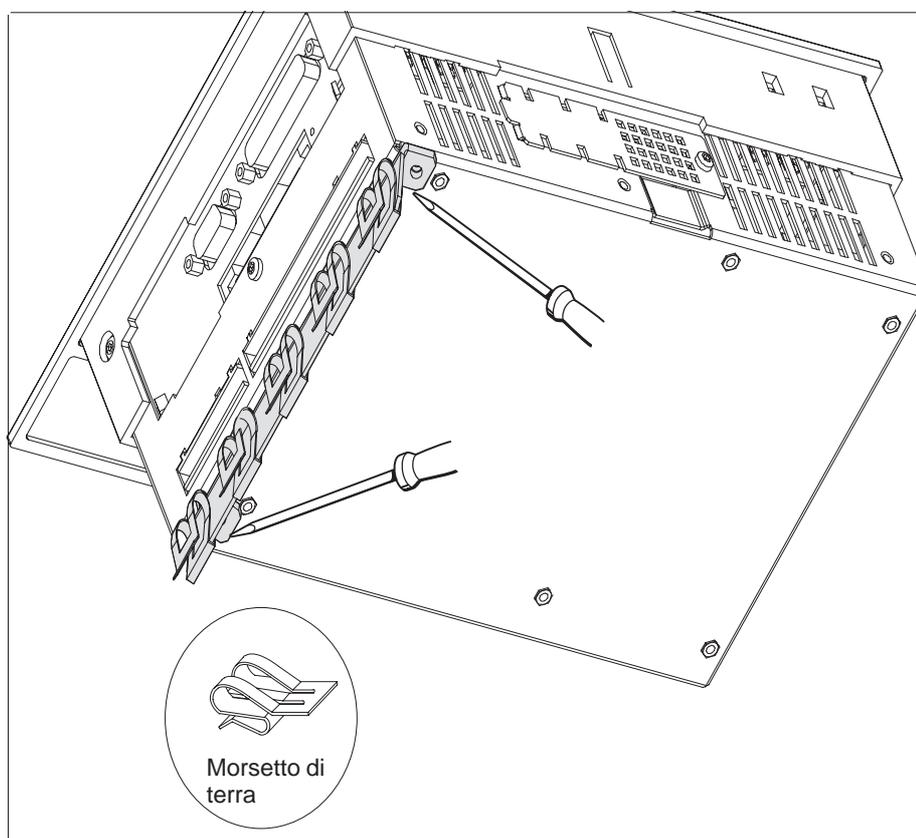

Figura 2-16
1. Applicare la guida di terra posizionandola come mostrato nella figura 2-16 e avvitare con le due viti fornite (M3x5).
2. Inserire i morsetti di terra sulla guida, come mostrato nella figura 2-16.